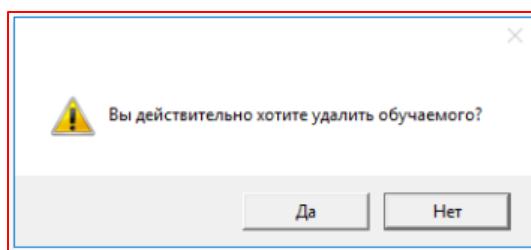

Рисунок 3.25 – Запрос о подтверждении удаления
3) Нажать кнопку «*Удалить*» . Откроется окно (рисунок 3.25) с запросом о подтверждении удаления.